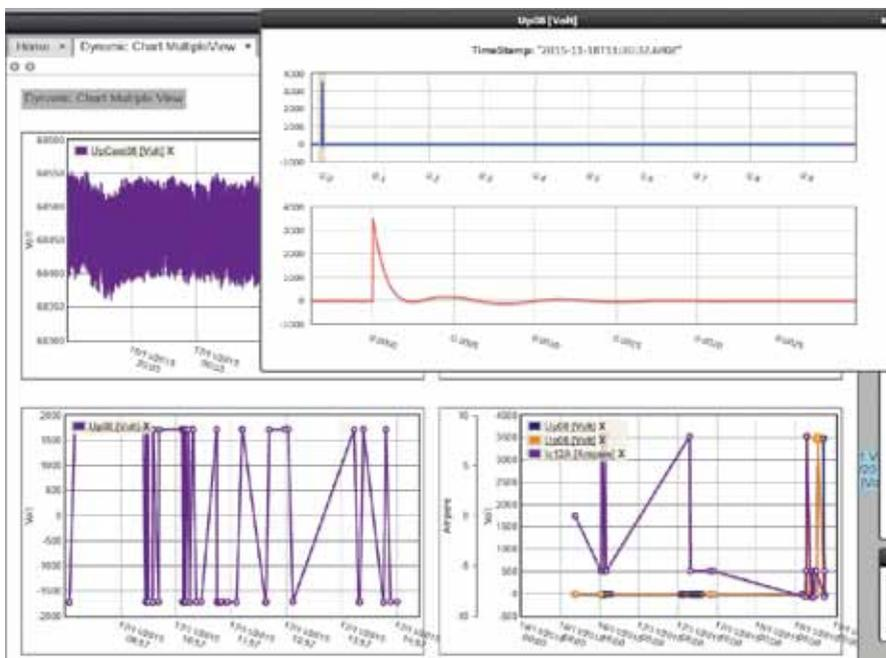

Рис.4. Отображение форм сигналов с помощью ПО на базе системы TiSCADA от Techimp
- С помощью ПО на базе системы TiSCADA от Techimp пользователь системы мониторинга получает доступ к системе, всем осциллограммам и списку событий на любом участке (рис.4). Осциллограммы отображаются в виде последовательности произошедших во времени событий. Каждое такое событие описывается временем и значением амплитуды сигнала в этот момент времени, так что визуально набор событий отображается в виде графика. Для отображения интересующего события нужно на схематической карте выбрать соответствующий измерительный блок, а затем участок на диаграмме. ●